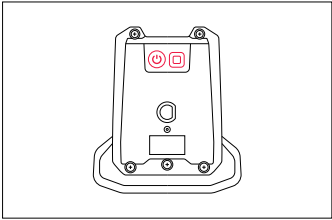

Figure 8
Step 3: Wie ist die batterie? (bild 8):